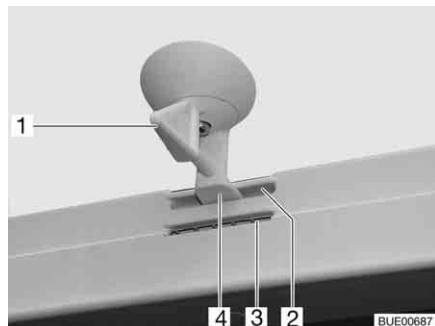
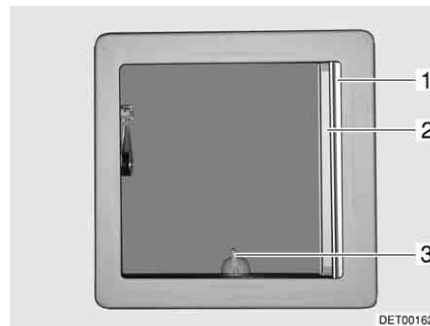

Fig. 68 Oblò inclinabile, bloccaggio
Fig. 69 Oblò inclinabile
- Ruotare la leva (Fig. 68,1 o Fig. 69,3) di un quarto di giro.
- Girare la leva di un quarto di giro. Il bloccaggio (Fig. 68,4) deve entrare nella feritoia inferiore (Fig. 68,3).
- Girare la leva di un quarto di giro. Il bloccaggio (Fig. 68,4) deve entrare nella feritoia superiore (Fig. 68,2).
- Tirare la tendina oscurante pieghevole (Fig. 69,1) fino alla posizione desiderata e rilasciare. La tendina oscurante pieghevole rimane in questa posizione.
- Estrarre la zanzariera a rullo (Fig. 69,2) fino a quando non scatta il bloccaggio dalla parte opposta.